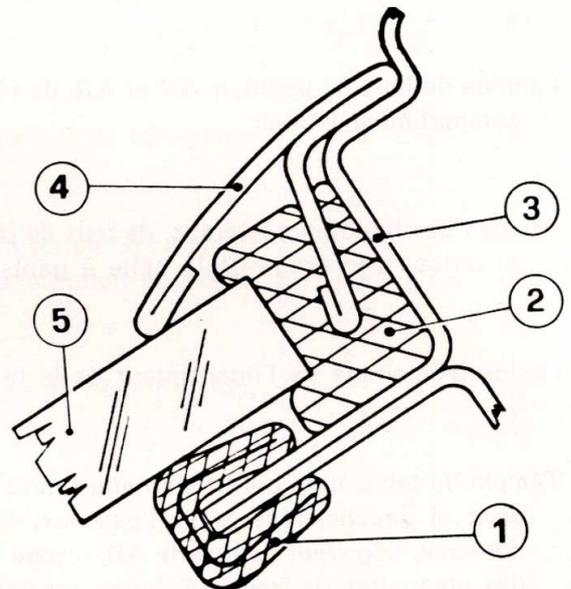

Fig. 89 - Glace complète d'encadrement métallique
- Décoller ces bouts de ruban et appliquer l'encadrement métallique (Réf. 4, fig. 89) en le coinçant dans le mastic entre le siège de la glace (Réf. 3) et la glace elle-même (Réf. 5).